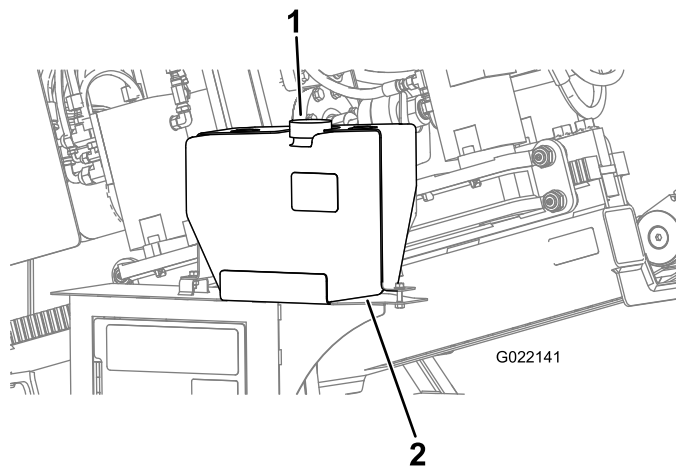

Figura 153
- D. Retire el tapón del depósito de anticongelante de la bomba de fluido de perforación (Figura 153).
- E. Asegúrese de que el depósito está lleno de anticongelante (Figura 153).
- C. Añada anticongelante al depósito según sea necesario (Figura 153).
5. Instale el tapón del depósito de anticongelante (Figura 153).